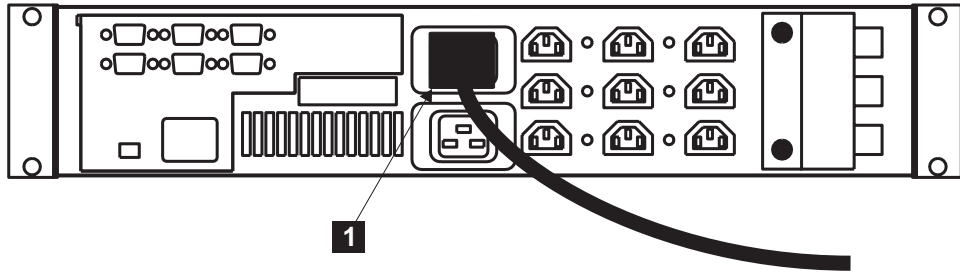

図 31. 2145 UPS 電源ケーブルの取り付け
9. 2145 UPS の背面にある 2145 UPS 主電源ケーブル **1** (64 ページの図 31) を電源ソケットに差し込みます。